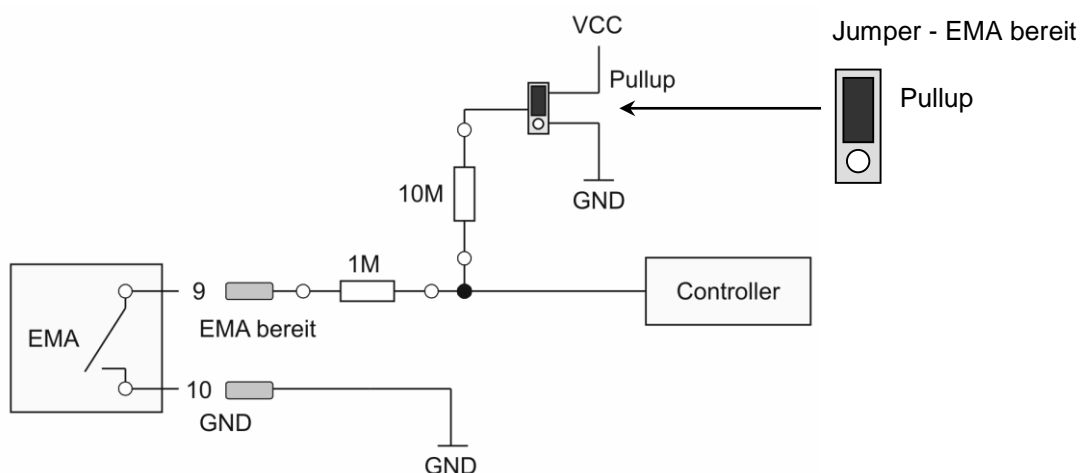

Abb. 6.24: EMA – EMA bereit, Anschlussplan "Potentialfreier Kontakt"
- b) Potentialfreier Schaltkontakt (*Abbildung 6.24*)